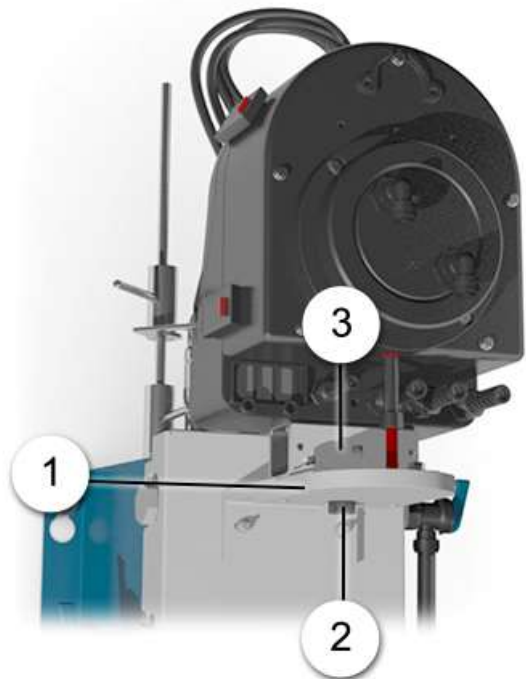

Abbildung 20: Photometer auf Dockingstation befestigt
2.	Das Photometer aus der Messposition entfernen und auf der Dockingstation (Abbildung 20, Position 1) positionieren. Dabei die Einfassung beachten (dunkel gefärbte Fläche).
3.	Das Photometer mit Rändelschraube (Abbildung 20, Position 2) auf der Dockingstation befestigen.